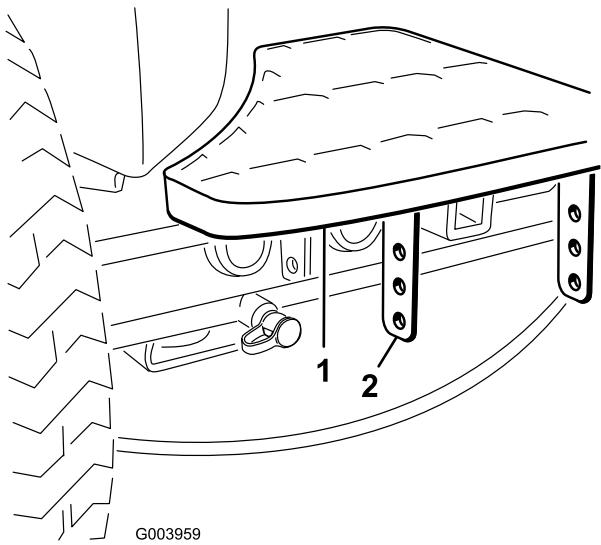

Figure 2
- Retirez les 2 boulons et écrous qui fixent les supports du marchepied au châssis du groupe de déplacement (Figure 2)